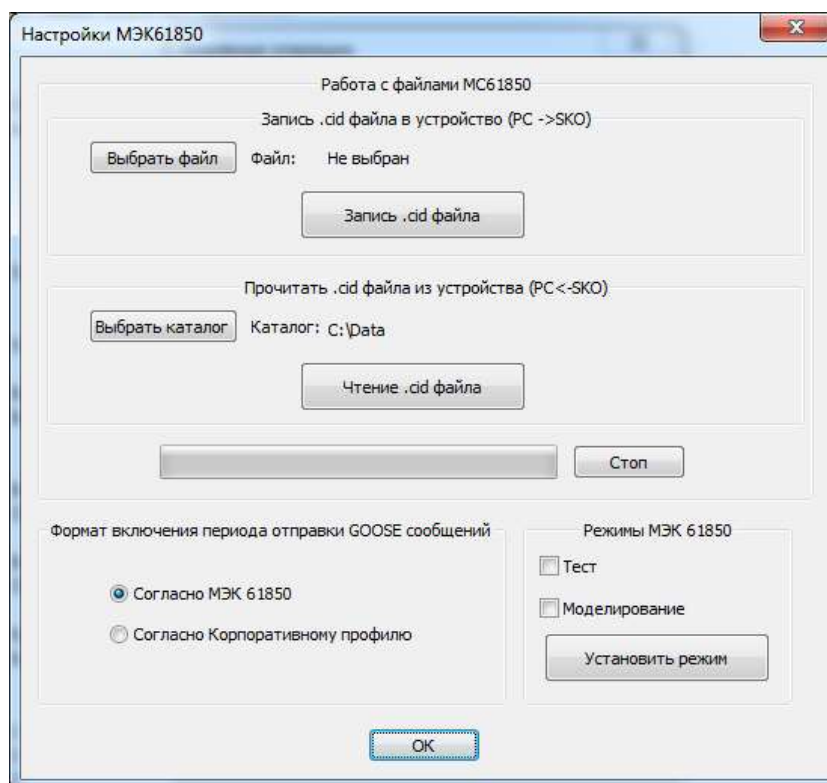
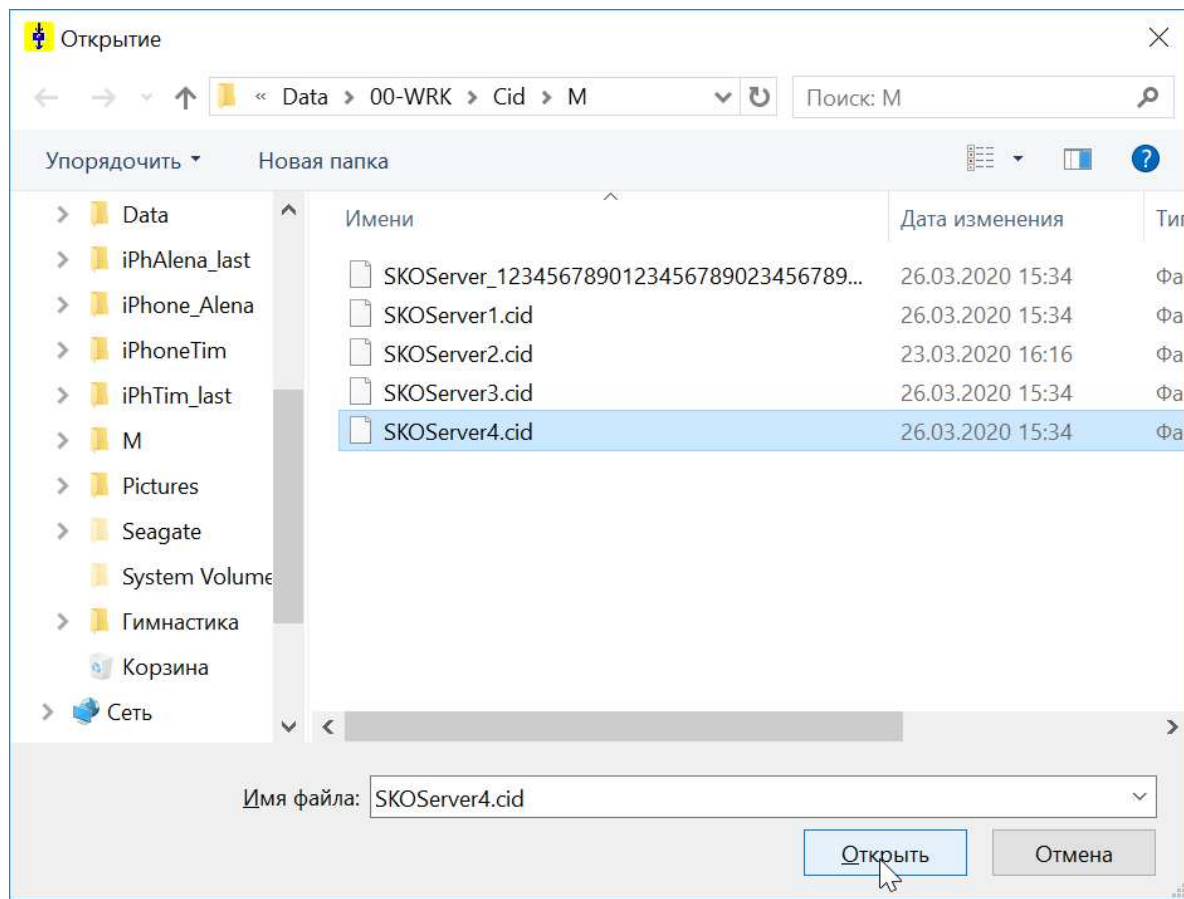

Рис. 9.90 Работа с файлами МС61850
Рис. 9.91 Выбор .cid файла для записи
Откроется окно «Работа с файлами МС61850» (Рис. 9.90).
- Нажмите в секции «Запись .cid файла в устройство (PC -> SKO)» кнопку **«Выбрать файл»** (Рис. 9.90), появится окно «Открытие» (Рис. 9.91). Укажите нужный файл и нажмите кнопку